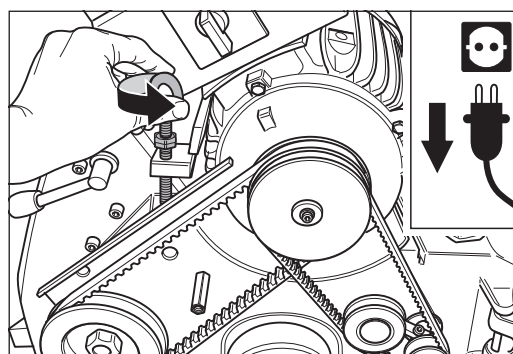

Abb. 105 Die Ringschraube am Motor gegen den Uhrzeigersinn drehen.
- 5 Drehen Sie die Ringschraube am Motor gegen den Uhrzeigersinn (Abb. 105). Dadurch werden die Keilriemen entspannt.